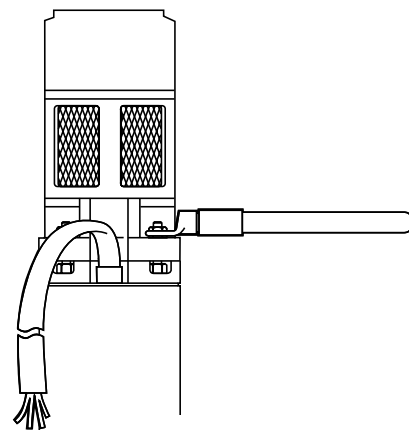

fig. 4
- **Avvitare diagonalmente le viti di fissaggio, possibilmente con chiave dinamometrica (fig. 4), con valore 18Nm.**